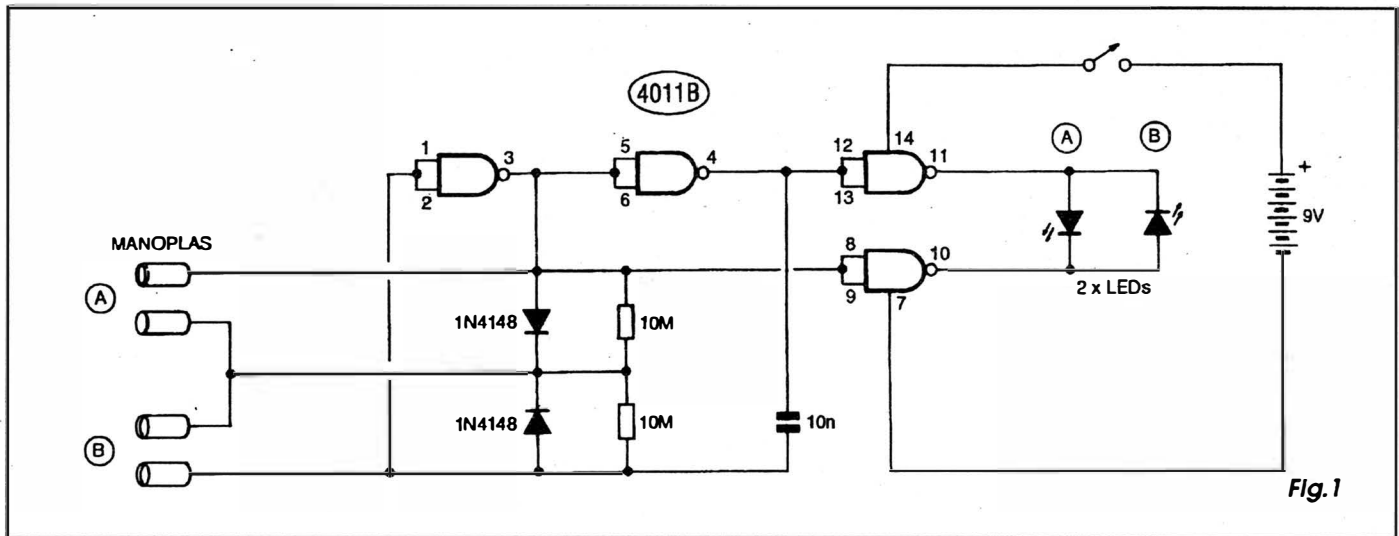

Fig. 1
- FIG. 1 - DIAGRAMA ESQUEMÁTICO DO CIRCUITO - Um único integrado CMOS (dos mais comuns e baratos da família...) tipo 4011B (podendo, nesta montagem, ser substituído pelo 4001B sem qualquer outra modificação no circuito...) centraliza todas as funções ativas do projeto... Dois dos seus quatro *gates* (pinos 1-2-3 e 4-5-6) estão arranjados em ASTÁVEL (oscilador) cuja frequência básica é determinada pelo capacitor de 10n e pelos resistores de 10M... Os dois diodos 1N4148, em paralelo com os resistores ci-